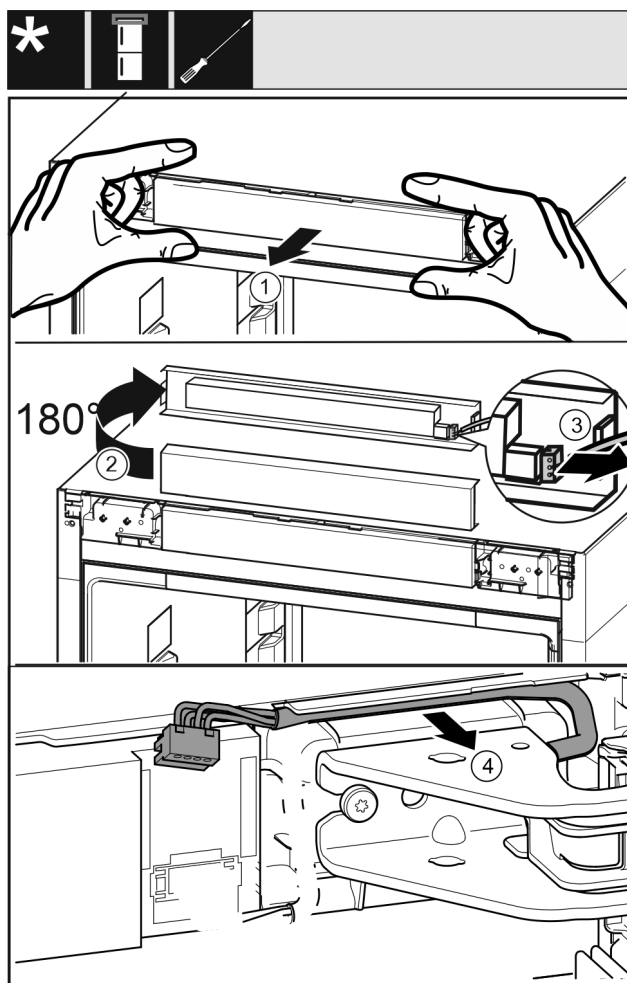

Fig. 23
- ▶ Panel Fig. 23 (1) opatrně povolte směrem dopředu.
- ▶ Panel Fig. 23 (2) otočte o 180° nahoru.
- ▶ Západku Fig. 23 (3) zatlačte dozadu a opatrně vytáhněte zástrčku.
- ▶ Kabel Fig. 23 (4) nad stojanem ložiska opatrně uvolněte z vedení.